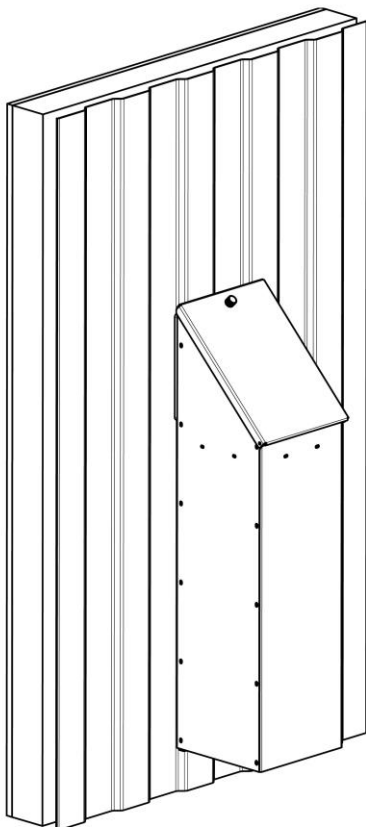

Рис. 24
11. Подключите кабель в разъем вентиляционного блока. Закройте крышку и зафиксируйте ее, плотно притянув винтом, см. Рис. 24.